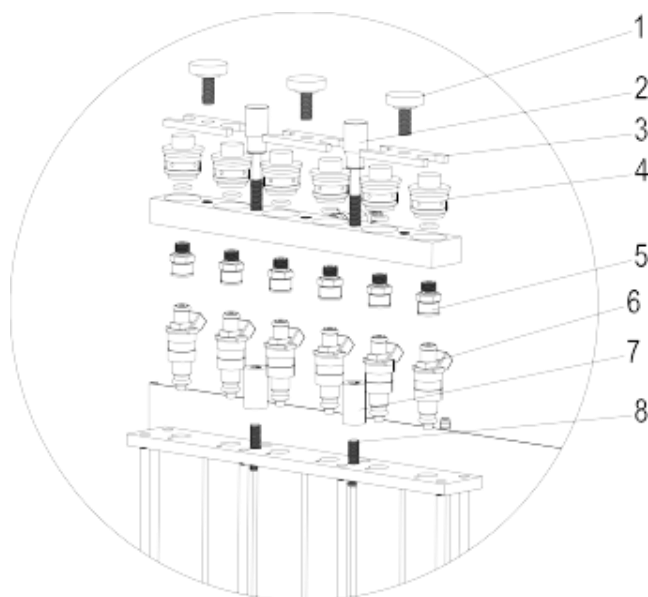

Рис. 04
- 5) Установить распределитель топлива на установку с помощью регулируемых шпилек и рифленых гаек. Зафиксировать один рифленый болт (два рифленых болта при исполнении установки для 6 форсунок) (черн.). См. Рис. 04.